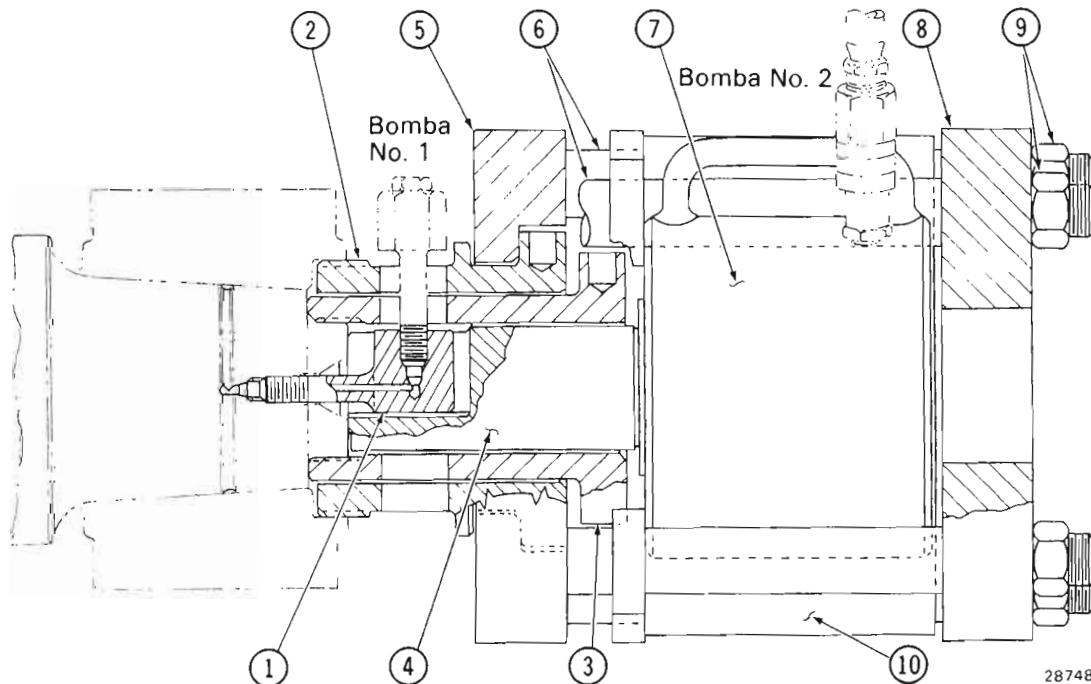

Fig.5 - Herramienta extractora de piñones instalada
El nuevo extractor compacto 9568165, combina el efecto de flotación hidráulica con una fuerza de remoción axial equivalente a 100 Toneladas y ha sido diseñado para la remoción de los piñones en motores de tracción D87, pudiéndose utilizar también en motores de tracción D77 y anteriores. Los siguientes números de parte identifican el nuevo extractor y sus partes componentes; ver Fig. 5.
3. Conecte la bomba hidráulica de 40,000 lbs/pulg² (Bomba No. 1, Fig. 5) al niple adaptador. (Se debe utilizar el juego extractor de piñones 9533321).